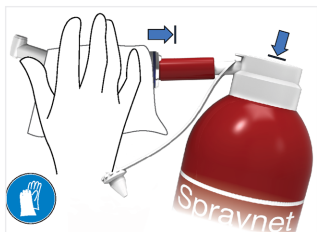

図6
5. 適切なノズルを選択したら、Spraynet で機器の内部をスプレーします（図6）。